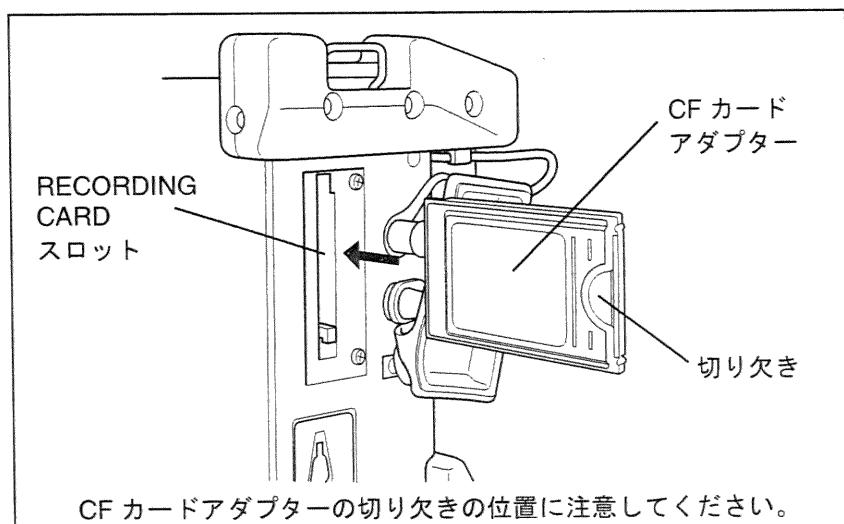

図 4.8
- RECORDING CARD スロットへの記録カードの装着は、必ず図 4.8 に示す方向で行ってください。図 4.8 に示す方向とは異なった方向で記録カードを装着した場合、記録カードおよび RECORDING CARD スロットが破壊されるおそれがあります。
IPLEX MX 本体側面の RECORDING CARD スロットに OLYMPUS 指定の CF カードを CF カードアダプターに取り付けて装着します（図 4.8 参照）。